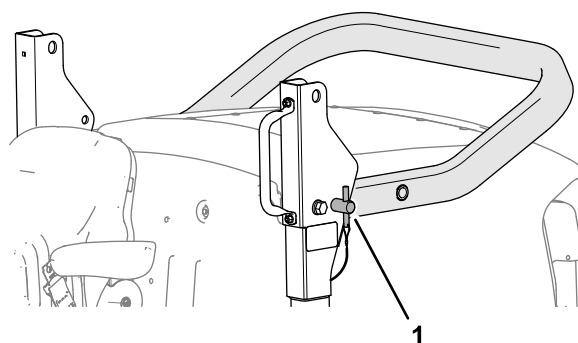

Figure 21
5. Insérez les axes dans les trous inférieurs des supports de pivot de l'arceau de sécurité (Figure 21).